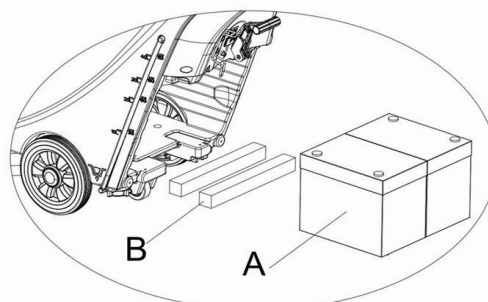

Figure 6
- 1 Pour une batterie de longueur inférieure à 270 mm, utilisez 2 parties de la platine de fixation (**B, Figure 6**) et placez-les côte à côte à l'intérieur de la batterie du réservoir d'eau;
- 2 Pour une batterie avec une longueur comprise entre 270 et 310, utilisez 1 partie de la platine de fixation (**B, Figure 6**) et placez-la à l'intérieur de la batterie du réservoir d'eau;